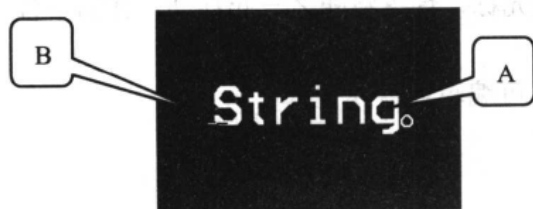

图 11-17 处于被选中状态的字符串
- 单击字符串使其聚焦，字符串将变为如图 11-17 所示，用光标单击“A”点，光标将连在“A”点，移动光标可使“A”点围绕“B”点转动，从而改变字符串的方向，如图 11-18 所示。
- 用光标单击图 11-17 中的“B”点，光标将连在“B”点，移动光标可平移字符串。